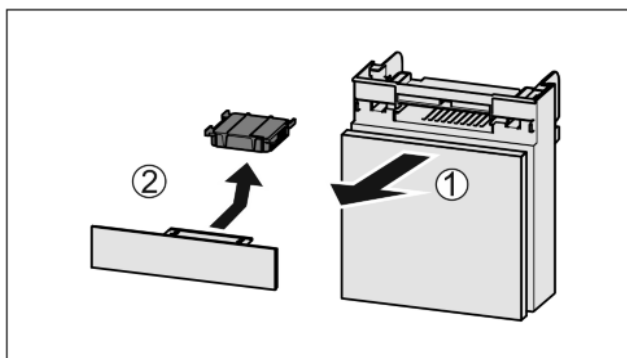

Fig. 42
- ▶ Wyciągnąć Fig. 42 (1) komorę do przodu.
- ▶ Wyjąć Fig. 42 (2) filtr z węglem aktywowanym.